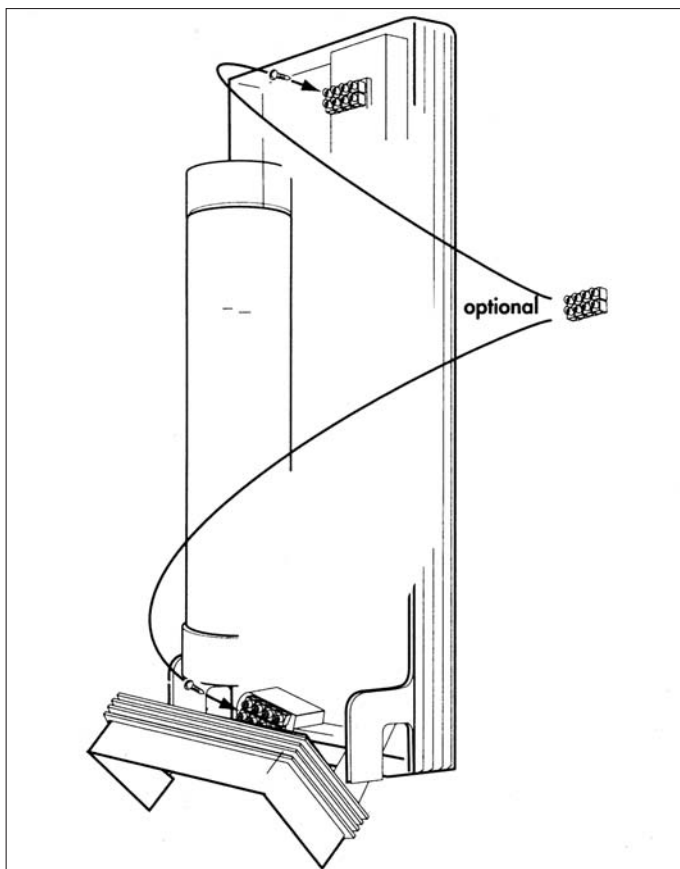

Рис. 4.10 Электроподключение снизу
4.7.2 Электроподключение снизу (рис. 4.10)